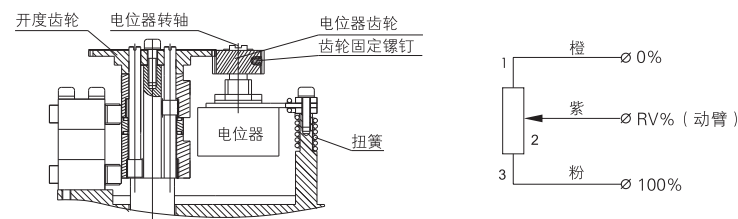

图7
3、电位器的调整 (图7) 适用于C、D型
- ①用手柄驱动执行机构向中间位置运行使指针正指向50%刻度线。
- ②使电位器齿轮和开度齿轮啮合好(齿轮固定螺钉朝向朝外,易于锁紧)。
- ③如图7,用万用表测量电位器始端和终端阻值(电位器1、3脚间阻值),记下阻值R。
- ④将万用表两表笔分别接在电位器动臂(电位器2脚)和另外任意一端上,用平口起子缓缓转动电位器转轴,观察万用表读数,当阻值为 $R/2 \pm 2\Omega$ 时,停止调整电位器转轴,并锁紧齿轮固定螺钉。